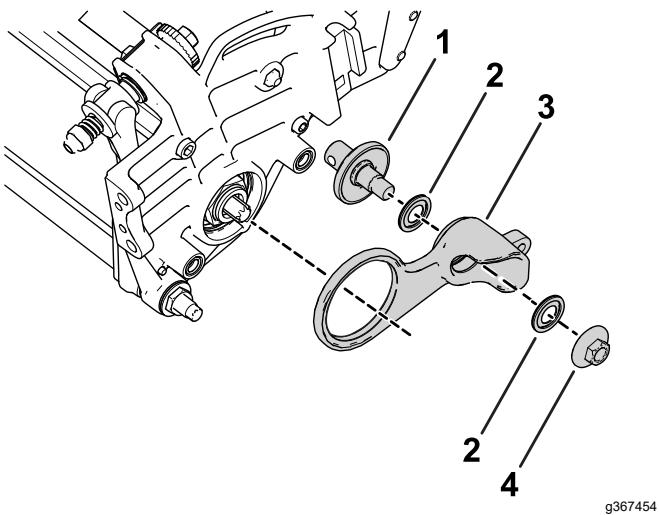

Figure 10
- Assemblez les pièces détachées sur le galet de tension, comme montré à la Figure 10.